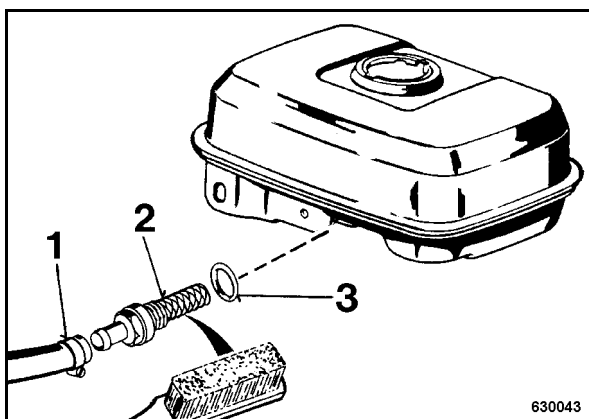

рис. 52
- Раскрыть зажим для трубок 1 (рис. 52), снять шланг.
- Вывинтить сетчатый топливный фильтр (2).
- Вставить новое уплотнительное кольцо (3).
- Плотно ввинтить сетчатый топливный фильтр (2), закрепить шланг (1) и установить топливный бак.